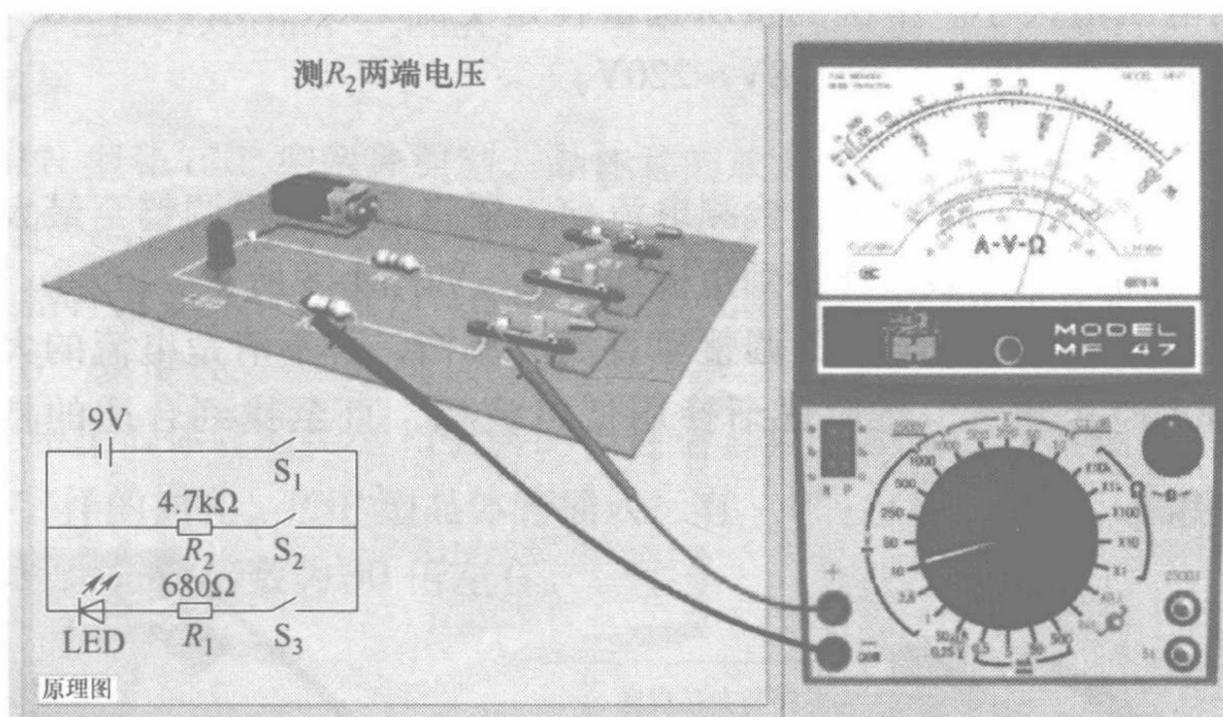

图 1-6 测量直流电压
(2) 选择量程 若不清楚电压大小,应先用最高电压档测量,逐渐换用低电压档。图 1-6 所示的电路中电源电压只有 9V,所以选用直流 10V 档。
(3) 测量 万用表应与被测电路并联，红表笔接开关 S_3 左端，黑表笔接电阻 R_2 左端，测量电阻 R_2 两端电压，如图 1-6 所示。